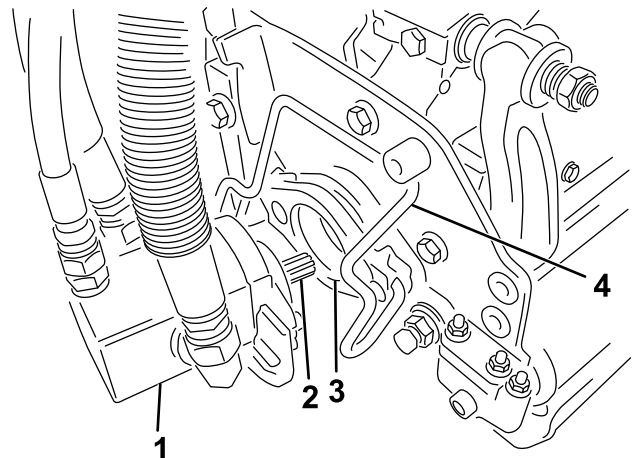

图 48
- 在滚刀组马达的花键轴上涂抹干净的润滑脂图 48。
- 将马达插入滚刀组左侧从操作员的位置看并将滚刀组上的马达固定架拉向马达直到听见马达两侧发出“咔哒”的声音图 48。